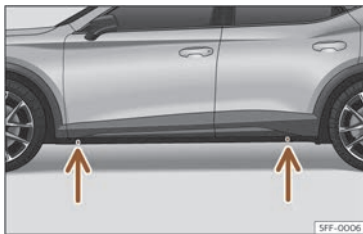

Fig. 243 Puntos de apoyo del gato.
- Busque en el larguero la marca del punto de apoyo del gato (zona hundida) más cercano a la rueda a cambiar >>> **fig. 243**.